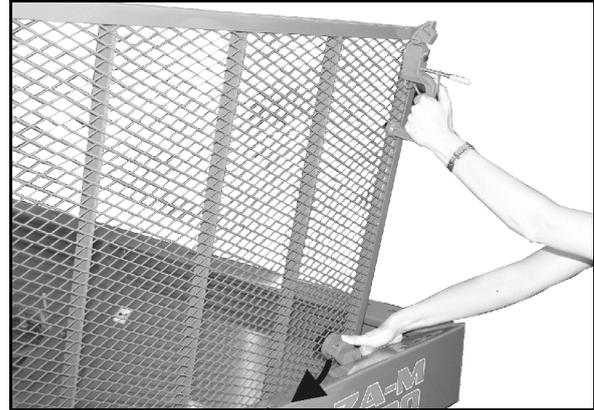

Fig. 17
3. Relevez la grille de protection et enclenchez la butée sur le bord de la trémie (Fig. 17).
- Avant de refermer la grille de protection, repoussez la butée (Fig. 17).